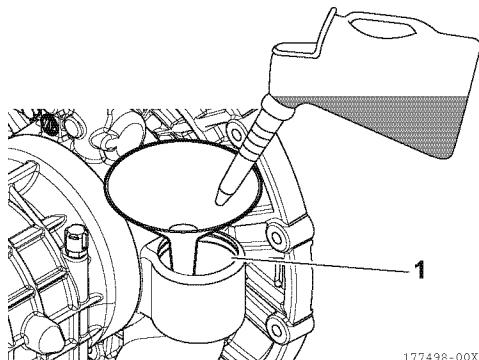

Figure 18
9. Remplissez d'huile de lubrification à travers le logement de la cartouche du filtre à huile (1, **Figure 18**) comme indiqué dans la section *Tableau des huiles de lubrification à la page 20*.